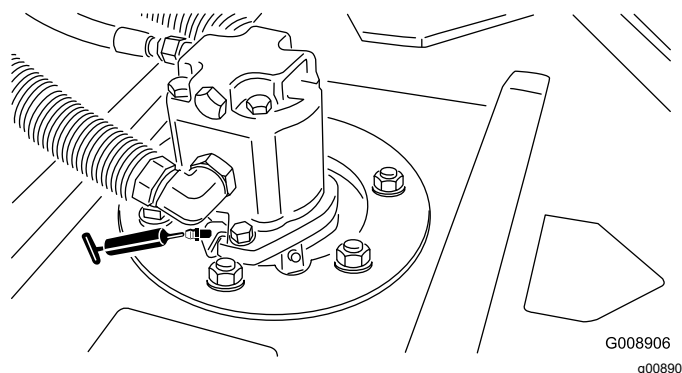

Рисунок 72
- Подшипники шпинделя режущего блока (по 2 шт. на режущий блок) — Рисунок 72